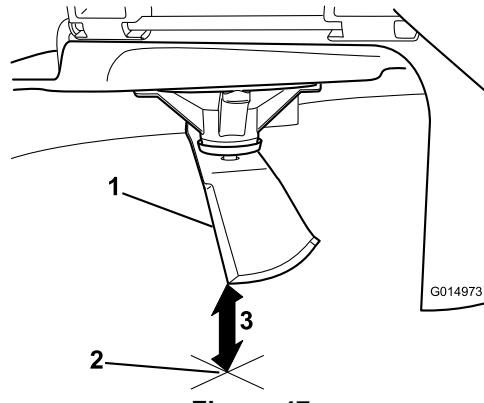

Figura 47
- Mida desde la punta de la cuchilla hasta la superficie plana (Figura 47).